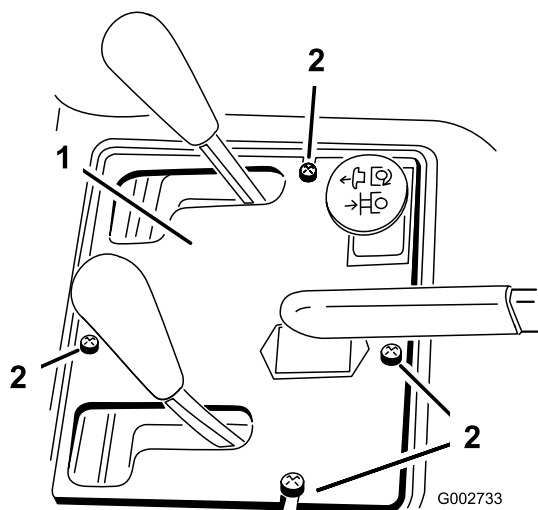

Figura 35
- Retire los 4 pernos que fijan el panel de control al bastidor (Figura 35).